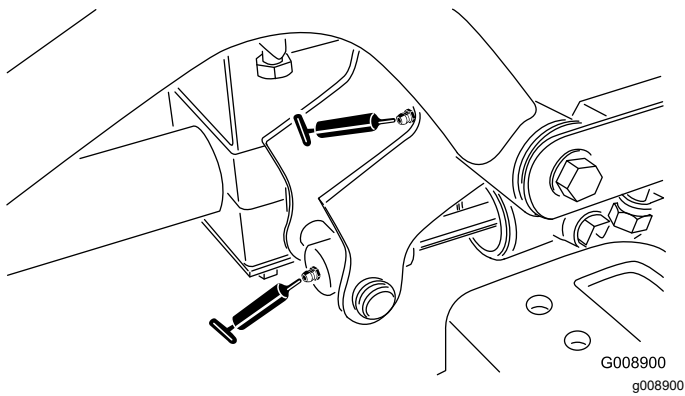

Figura 62
- Pivote y cilindro de elevación del brazo de elevación delantero derecho (2 engrasadores – Figura 62)